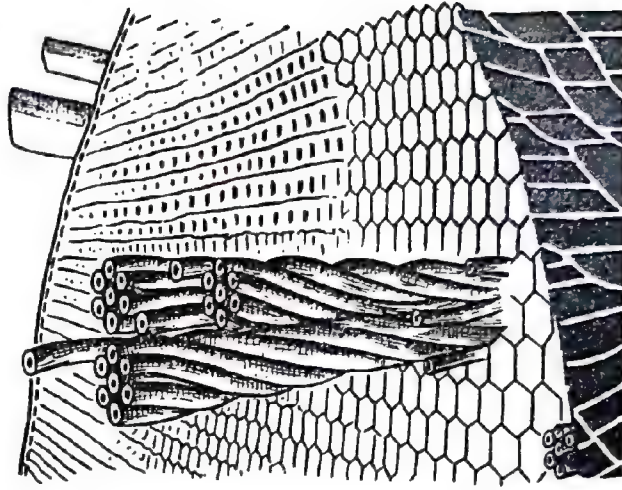

Fig. 79. Structură cuaternară a proteinelor găsite în păr.
D. Structura cuaternară se referă la interacțiunile intersistemice dintre macromoleculele proteice (fig. 79). Natura interacțiilor este aceeași cu interacțiunile care determină structura terțiară, cu singura deosebire că sînt unite catene α -polipeptidice diferite. Astfel hemoglobina A(HB—A) a omului normal (pigmentul respirator din sînge), este formată din patru catene polipeptidice identice două câte două, numite catene α și β . Fiecare catenă polipeptidică este legată de o moleculă de hem care poate fi separat de subsistemul proteic cu acizi diluați.